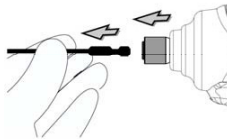

Fig. 2
2. Trek voor het verwijderen van bits de houder in de richting van de pijl en trek het bit er stevig uit. (Fig 2).